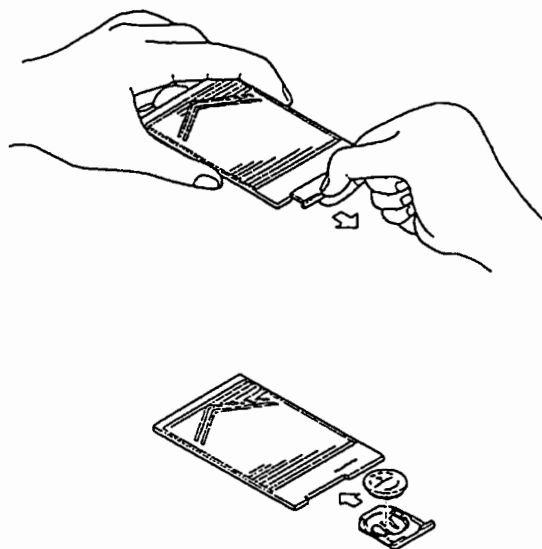

図6.20
- (1) ICメモリカードの部品番号表示面を上 に します。
- (2) 電池ホルダの溝に爪を引っ掛け引っ張ると電池ホルダが取り外せます。(図6.20)
- (3) 新しい電池(B9586JUまたはB9586JV:オプション)を電池ホルダに入れます。
- (4) 電池ホルダをICメモリカードに挿入します。